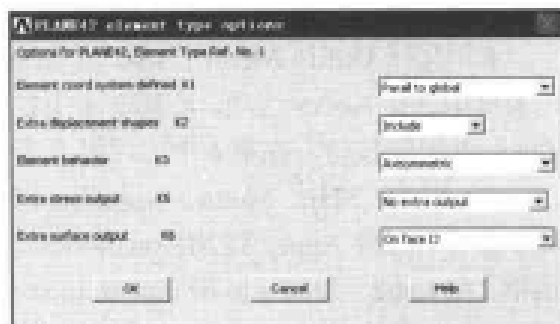

图 13-11 PLANE42 单元属性设置对话框
(2) 选择 Main Menu | Preprocessor | Element Type | Add/Edit/Delete 命令, 出现 Element Types 对话框, 单击 Option 按钮, 出现 PLANE42 element type options 对话框, 在 Element behavior K3 下拉列表框中选择 Axisymmetric 选项, 在 Extra surface output K6 下拉列表框中选择 On face 1 选项, 如图 13-11 所示, 单击 OK 按钮关闭该对话框。